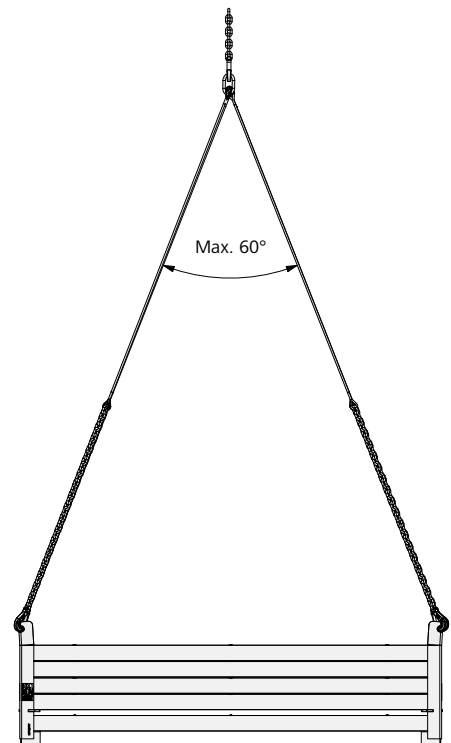

Abb. 73.4
- Der Spreizwinkel am Krangelänge darf 60° nicht überschreiten (Abb. 73.4).